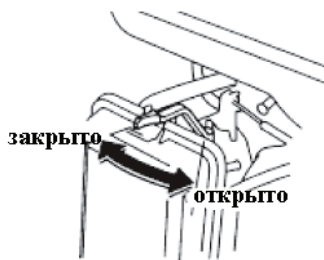

Рис.6. Положение рычага воздушной заслонки
7.4.2. Закрыть воздушную заслонку карбюратора, переведя рычаг воздушной заслонки в крайнее левое положение «**закрыто**», см.рис.6.